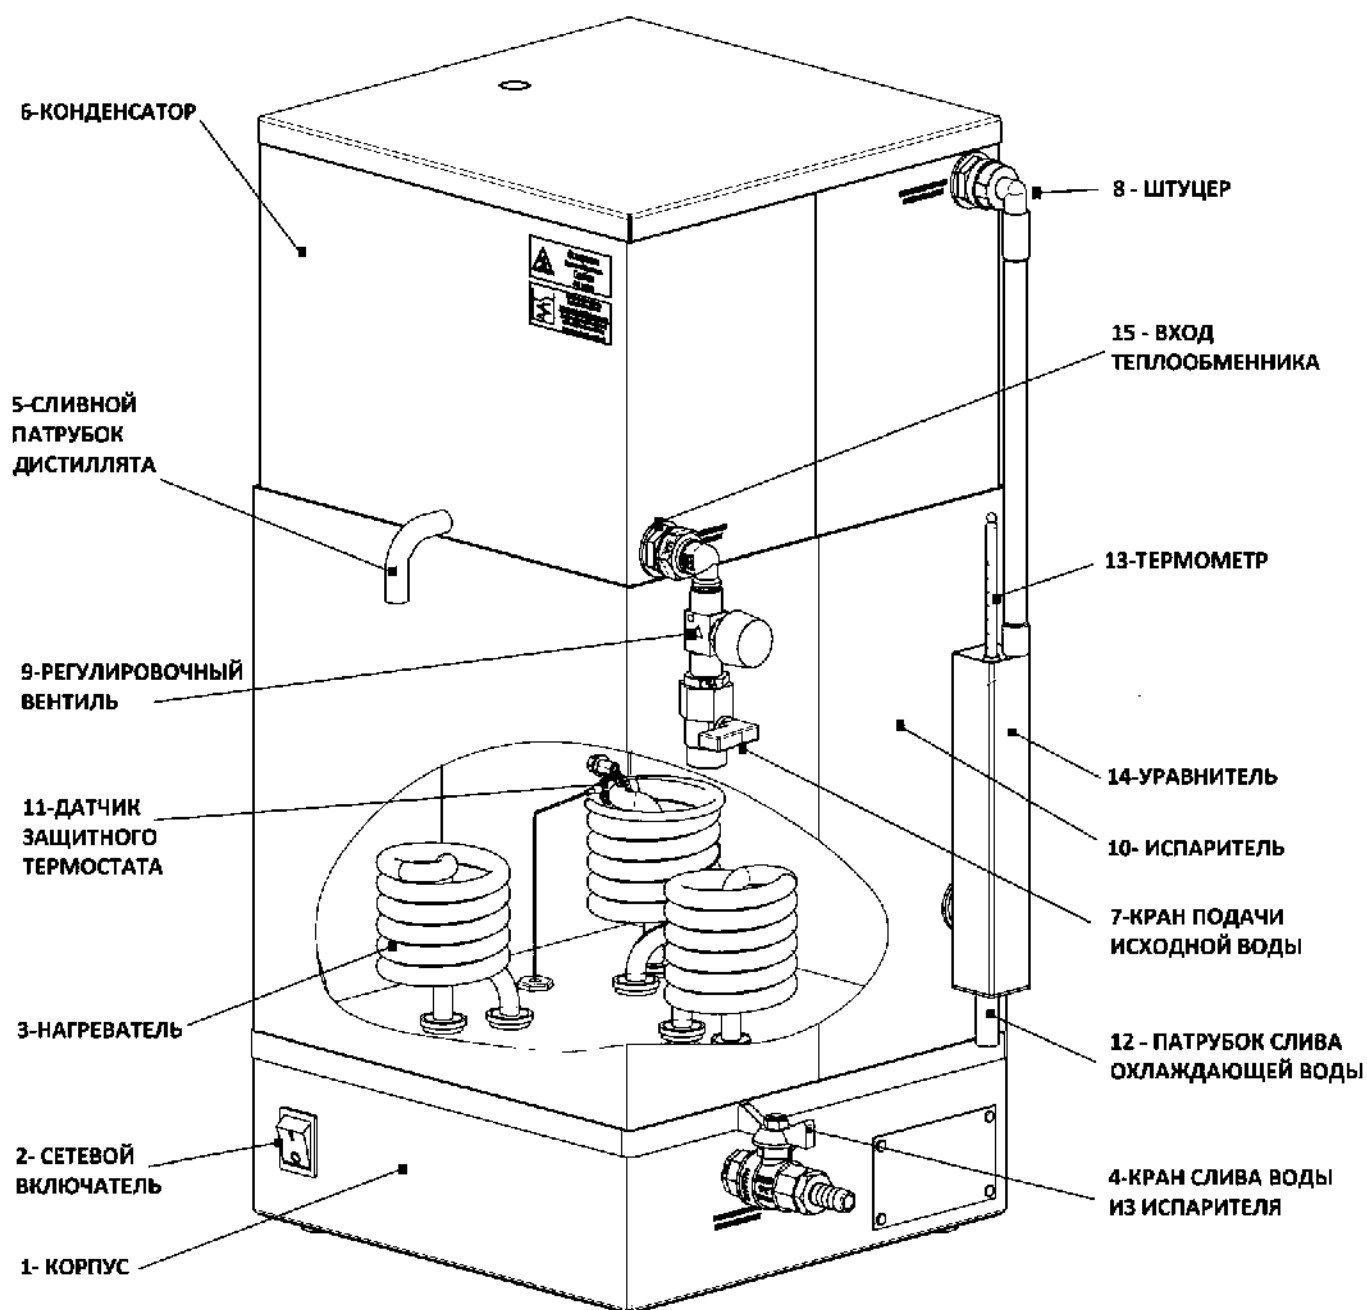
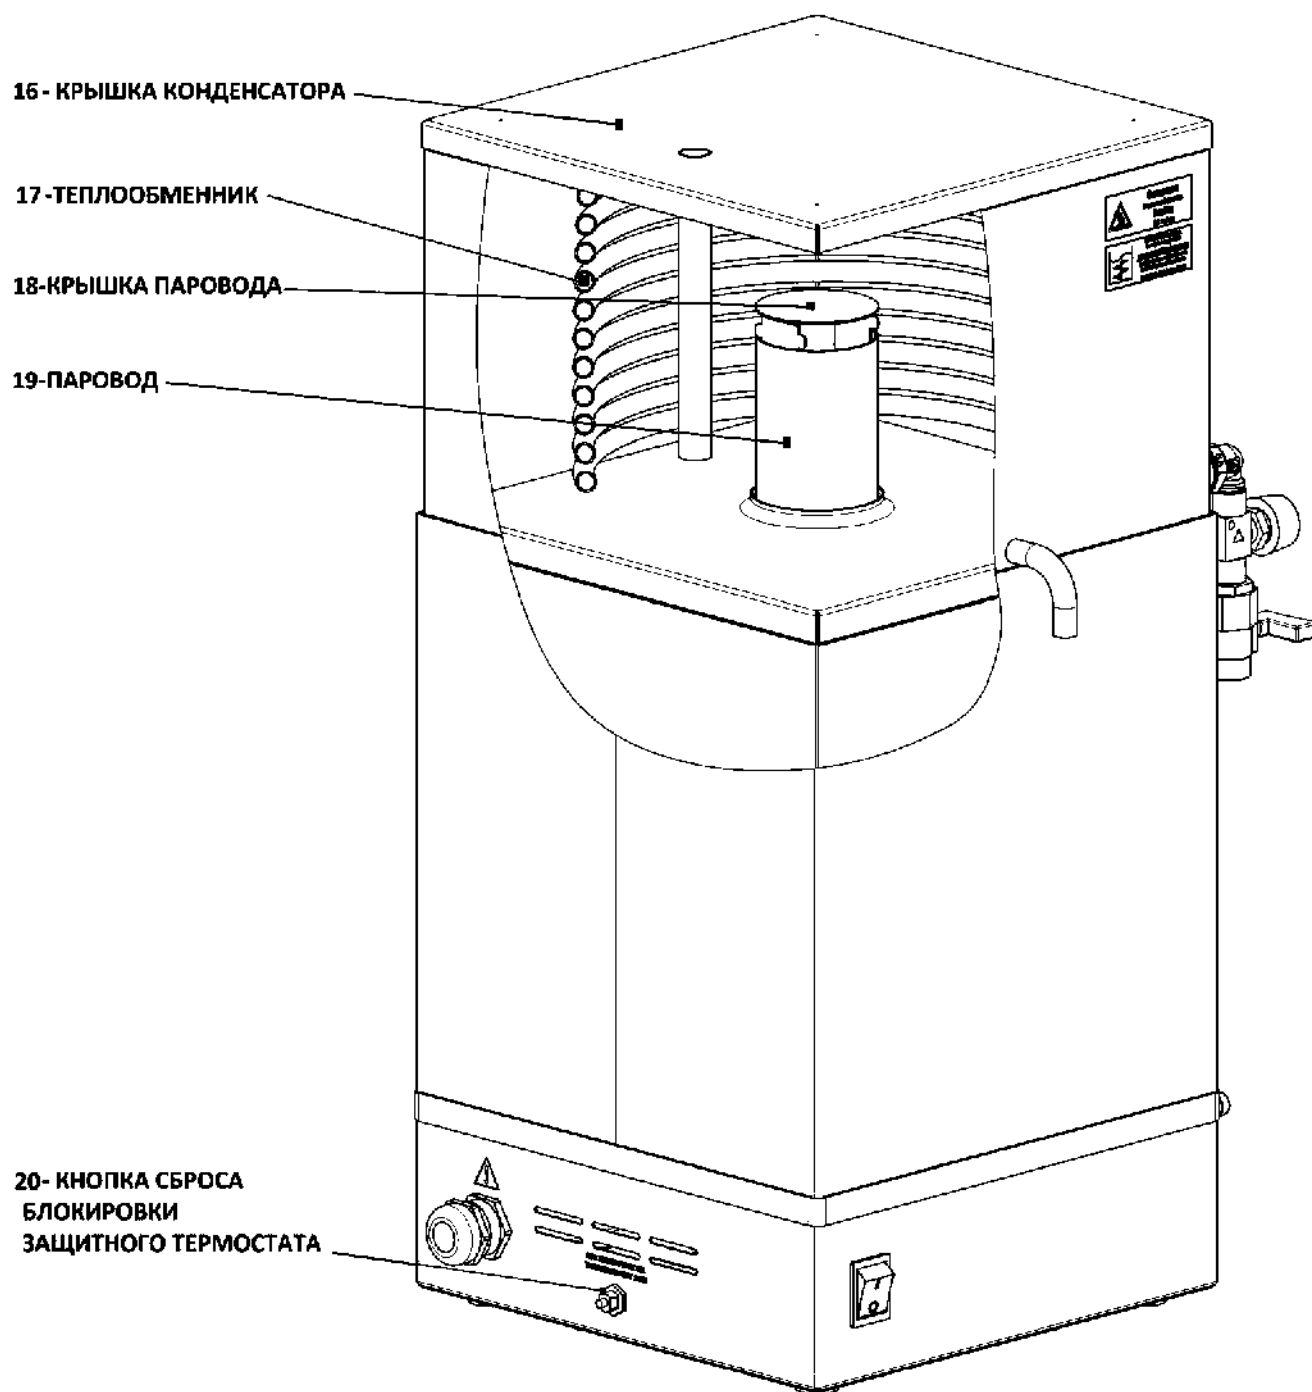

Рисунок 1. Устройство аквадистилляторов электрических Liston A 1204, Liston A 1210, Liston A 1225, где:
Рисунок 2. Устройство аквадистилляторов электрических Liston A 1204, Liston A 1210, Liston A 1225, где:
4.2.1. Исходная вода подается в испаритель через Кран подачи исходной воды поз.7 (Рисунок 1).
4.2.2. При включении Сетевого переключателя поз.2 (переключатель подсвечивается при включении) автоматика включает Нагреватель поз.3 (Рисунок 1)
4.2.3. Регулировка расхода воды, идущей на охлаждение, осуществляется с помощью Регулировочного вентиля поз.9 (Рисунок 1)
4.2.4. Исходная вода закипает в Испарителе поз.10 (Рисунок 1), образуется водяной пар, который сепарируется и через Паровод поз.19 (Рисунок 2) попадает в Конденсатор поз.6 (Рисунок 1). На внутренних стенках Конденсатора поз.6 (Рисунок 1) и Теплообменника поз.17 (Рисунок 2) пар конденсируется с образованием дистиллированной воды.
4.2.5. Уровень воды в испарителе поддерживается Уравнителем поз.14 (Рисунок.1) засчет перелива воды в сливную трубу.
4.2.6. Выход дистиллята производится через Сливной патрубкок дистиллята поз 5. (Рисунок 1). Для сбора дистиллята используется дополнительная тара.
6.8. Присоединить трубку силиконовую (L=0,5м) к Сливному патрубку дистиллята поз. 5 (Рисунок 1) и закрепить пластиковой стяжкой (входит в комплект поставки).
6.9. Подключить сливной шланг 12x20 мм для аквадистилляторов Liston A 1204 и Liston A 1210 и шланг слива 16x25 мм для аквадистиллятора Liston A 1225 к Патрубку слива охлаждающей воды поз.12 (Рисунок 1). Соединение шланга с Патрубком слива охлаждающей воды поз.12 (Рисунок 1) стянуть винтовым хомутом, входящим в комплект поставки
**ВАЖНО:** Слив охлаждающей воды из Патрубка поз.12 должен быть свободным - шланг должен быть под уклоном и на нем не должно быть изгибов и колен (при необходимости можно уменьшить длину шланга). Перепад высот между Патрубком поз.12 и местом подключения шланга к канализации должен быть не менее 0,2 м. В противном случае возможно появление воздушной пробки, уровень воды в испарителе повысится и начнется перелив воды из Уравнителя поз.14 (Рисунок 1).
6.10. Произвести сборку узла подачи исходной воды, используя уплотнительную ленту (ФУМ), состоящего из Переходного ниппеля ½"- ¼", Угольника ¼"-¼", Вентиля регулировочного ¼"- ¼" поз.9 (Рисунок 1), Переходного ниппеля ¼"- ½", Крана подачи исходной воды ½" поз.7 (Рисунок 1). (Либо второй вариант - Угольника ½"-½", Переходного ниппеля ½"- ¼", Вентиля регулировочного ¼"-¼" поз.9 (Рисунок 1), Переходного ниппеля ¼"- ½", Крана подачи исходной воды ½" поз.7 (Рисунок 1)), Все компоненты данного узла входят в комплект поставки.
6.11. Подключить собранный узел подачи исходной воды к Входу теплообменника поз.15 (Рисунок 1).
6.12. Подключить гибкую подводку ½" одним концом к Крану подачи исходной воды поз.7 (Рисунок 1), а другим концом через сетчатый фильтр ½" (входит в ком-
6.13. Присоединить Штуцер с наружной резьбой ½"-12 мм для аквадистиллятора Liston A 1204 и Штуцер с наружной резьбой ½"-16 мм для аквадистилляторов Liston A 1210 и Liston A 1225 через уплотнительную ленту (ФУМ) к Крану слива воды из испарителя поз.4 (Рисунок 1).
7.2. При первоначальном пуске, после длительного перерыва в работе, а также после ремонтно-профилактических работ, необходимо провести мойку и дезинфекцию наружных поверхностей аквадистиллятора, а также внутренних поверхностей Конденсатора поз.6 (Рисунок 1) и поверхности Теплообменника поз.17 (Рисунок 2) в соответствии с ОСТ 42-21-2-85 3% раствором перекиси водорода по ГОСТ 177-88 с добавлением 0,5% моющего средства типа «Астра», «Лотос» по ГОСТ 25644-96, а также 1% раствором хлорамина по ТУ 6-01-4689387-89
живания (слива воды из испарителя) необходимо заполнить Испаритель поз.10 водой до уровня, расположенного выше Нагревателей поз.3 (Рисунок 1).
7.4. Перед заполнением испарителя необходимо убедиться, что Кран слива воды из испарителя поз.4 (Рисунок 1) закрыт.
- Отсоединить силиконовую трубку, соединяющую Штуцер поз.8 и Уравнитель поз.14 в месте соединения с уравнителем (Рисунок 1).
- Открутить гайку гибкой подводки от Крана подачи исходной воды поз.7 (Рисунок 1).
- Снять Крышку конденсатора поз.16 (Рисунок 2)
- Снять Крышку паровода поз.18 (Рисунок 2).
- Снять Конденсатор поз.6 с Испарителя поз.10 (Рисунок 1).
- Снять Паровод поз.19 (Рисунок 2)
- Наполнить Испаритель поз.10 (Рисунок 1) исходной водой до уровня, расположенного выше Нагревателей поз.3 (Рисунок 1) (Совет: Для наполнения можно воспользоваться подводкой исходной воды из системы водоснабжения)
7.7. Установить Термометр поз.13 (входит в комплект поставки) в специальное отверстие в Уравнителе поз.14 (Рисунок 1)
7.8. Открыть полностью Кран подачи исходной воды поз.7 (Рисунок 1) в аквадистиллятор.
7.9. **ВНИМАНИЕ:** Перед каждым включением необходимо убедиться, что Нагреватели поз.3 (Рисунок 1) полностью покрыты водой, в противном случае произойдет аварийное отключение дистиллятора из-за перегрева нагревателей.
Для восстановления работы дистиллятора после перегрева необходимо дождаться, когда Нагреватели поз.3 (Рисунок 1) остынут, после чего нажать Кнопку сброса блокировки защитного термостата поз.20 (Рисунок 2), расположенную под черным завинчивающимся колпачком.
7.10. Для запуска аквадистиллятора нажать кнопку Сетевого включателя поз.2 (Рисунок 1) на передней панели в положение «I», при этом кнопка должна засветиться.
7.12. После выхода на рабочий режим необходимо отрегулировать расход воды, идущей на охлаждение, с помощью Регулировочного вентиля поз.9 и Термометра поз.13 (Рисунок 1). Оптимальным считается режим, когда температура воды на выходе из Штуцера поз.8 (Рисунок 1) равна 60-80 градусам Цельсия. Температура сливаемой воды, идущей на охлаждение, выше 80 градусов Цельсия означает, что расход ее недостаточный, при этом пар выходит из дистиллятора наружу, а температура получаемой дистиллированной воды повышается.
7.17. По окончании работы отключить аквадистиллятор от электрической сети, для чего нажать на кнопку Сетевого включателя поз.2 (Рисунок 1) в положение «0». При этом лампа «СЕТЬ» должна погаснуть.